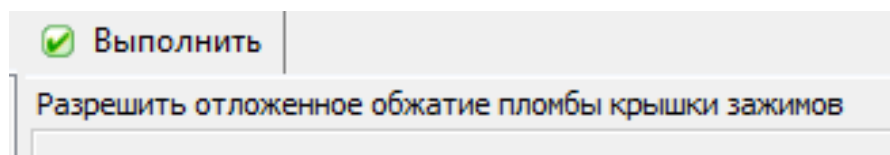

Рисунок 160 – Выполнение команды «Разрешить отложенное пломбирование»
6.14.11 Для перевода счетчика в режим отложенного пломбирования предусмотрена в ТПО *AdminTools* команда «Разрешить отложенное обжатие пломбы крышки зажимов» (см. п. 6.14.21). Необходимо перейти на вкладку «Команды→Электронная пломба» и нажать кнопку «Выполнить» (рисунок 160). При получении данной команды, в энергонезависимой памяти сохраняется признак разрешения.